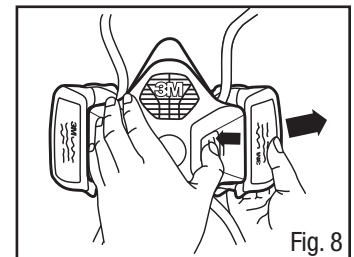

Fig. 8
5. Para remover o cartucho, pressione o botão azul de liberação do cartucho/filtro, e simultaneamente puxe o cartucho/filtro para fora (Fig. 8).